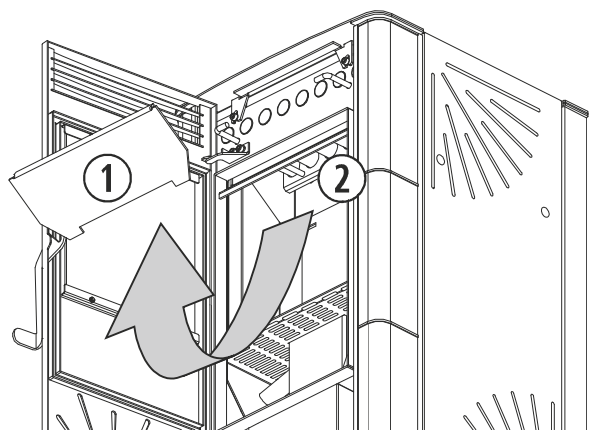
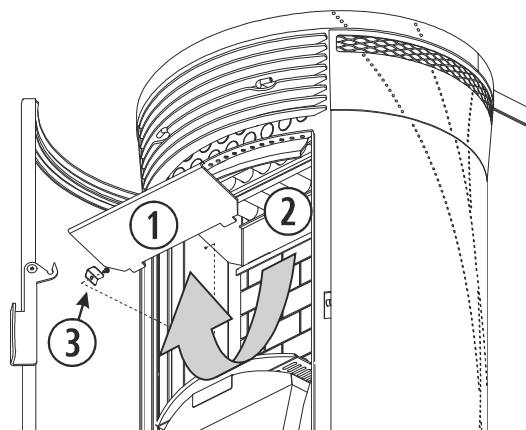

Figura 11
Figura 12
Nei modelli Venus (figura 11) e Atenas (figura 12), si deve realizzare un'operazione di pulizia totale dello scambiatore di calore (2), quest'operazione dovrà essere eseguita settimanalmente. Per avere un miglior accesso allo scambiatore e poter pulirlo di forma esaustiva, nel modello Venus dobbiamo spingere verso l'alto la placca superiore del focolare (1), fino a disinnestare i pannelli che la fissano alla placca centrale e tirarla. Al termine, collochiamo di nuovo la placca superiore assicurandoci che i piedini rimangano correttamente incorporati. Nel modello Atenas, la placca superiore (1) si trova inoltre fissata con una lastra e una vite (3) su ciascun laterale, che dobbiamo ritirare, e ripetere i passi descritti per la Venus.